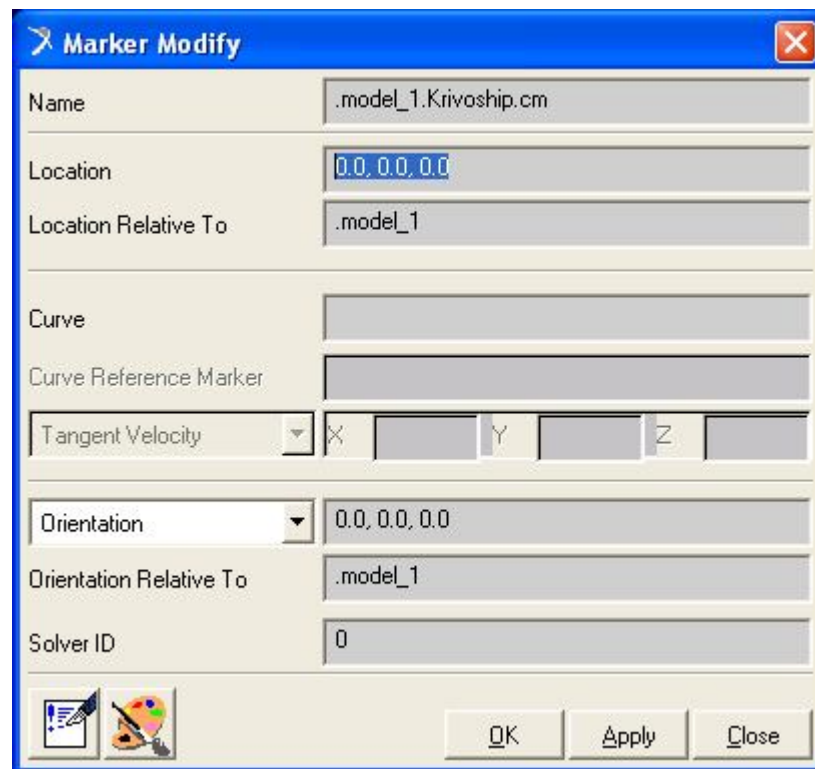

Рис. 36.
- в раскрывшемся окне обнулить значения углов в строке **Orientation**. При этом появится сообщение о том, что координаты маркера центра масс больше не вычисляются автоматически (рис. 36);